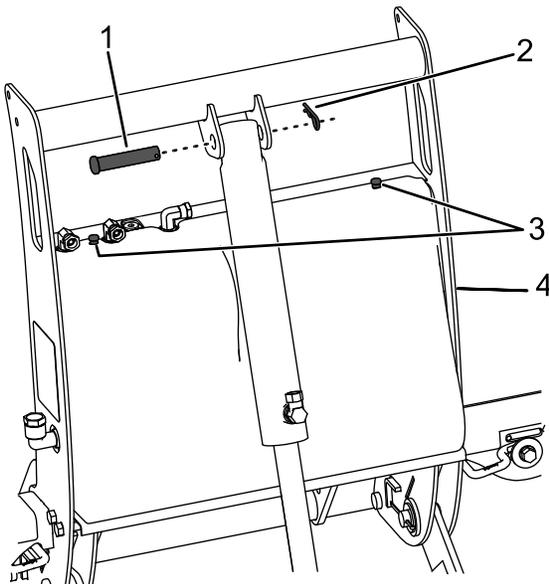

Figure 30
2. Retirez la goupille fendue et l'axe de chape au sommet du vérin de levage et inclinez-le en avant (Figure 30).
3. Retirez les 2 vis à oreilles qui fixent le couvercle de la tour d'accouplement sur la tour (Figure 30).